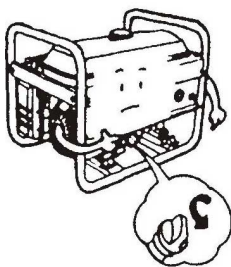

Figura 9
8.1.1 Retire a tampa de enchimento do óleo e limpe a vareta (Figura 9)